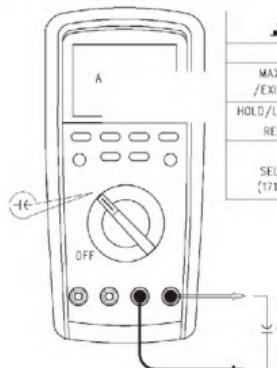

Figura 7
5. Medição de capacidade (veja a Figura 7)